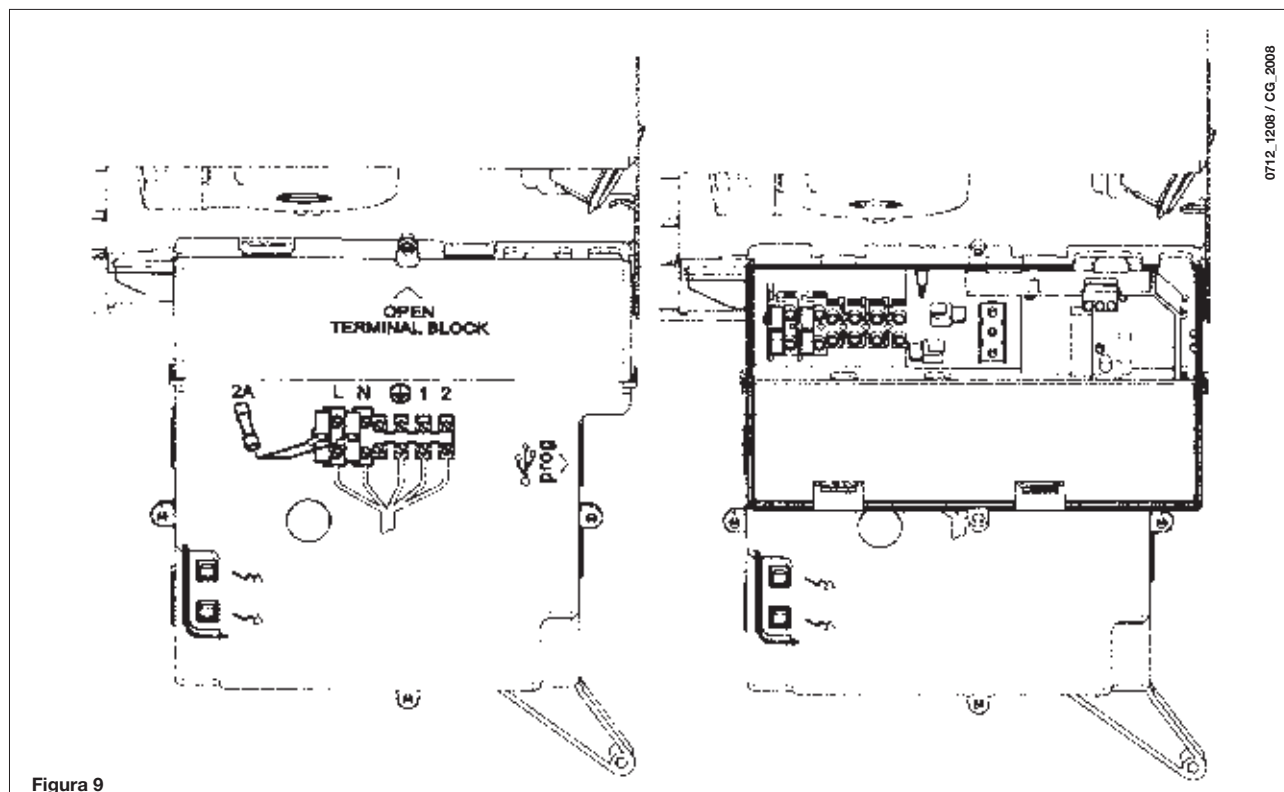

Figura 9
- togliere il coperchio ed accedere alla zona collegamenti elettrici (figura 9).
- accedere alla morsettiere di alimentazione (figura 9) come descritto al capitolo precedente;
- togliere il ponticello presente sui morsetti (1) e (2);